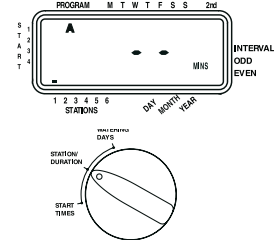

Ilustración 6: Duración de la estación para el programa A
- Haga girar el dial a la posición **Duración de estación** ya sea en el program A o en el B. La pantalla mostrará el programa que usted haya seleccionado con una "A" o una "B" y los - - MINS y el cursor intermitente en la estación "1" [Vea la ilustración 6].